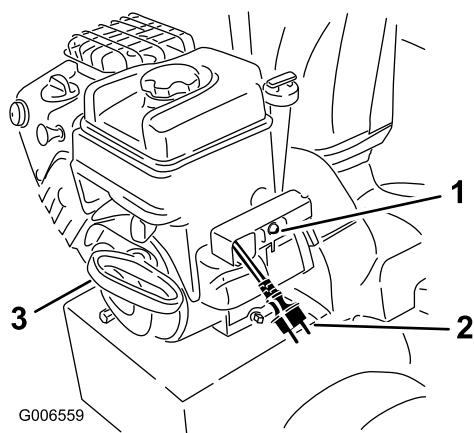

Рисунок 30
- Запустите снегоочиститель, потянув за шнур механического стартера или нажав на кнопку электрического стартера (все модели, кроме 38597) (Рисунок 30).